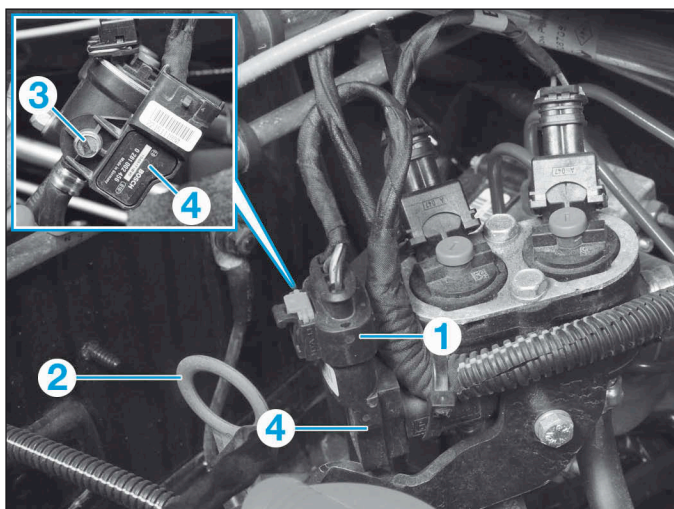

FIG.41
- Débrancher le connecteur (1) du capteur de température et de pression (Fig.41).
- Sortir la jauge de niveau d'huile (2).
- Déposer la vis (3) puis le capteur de température et de pression (4).